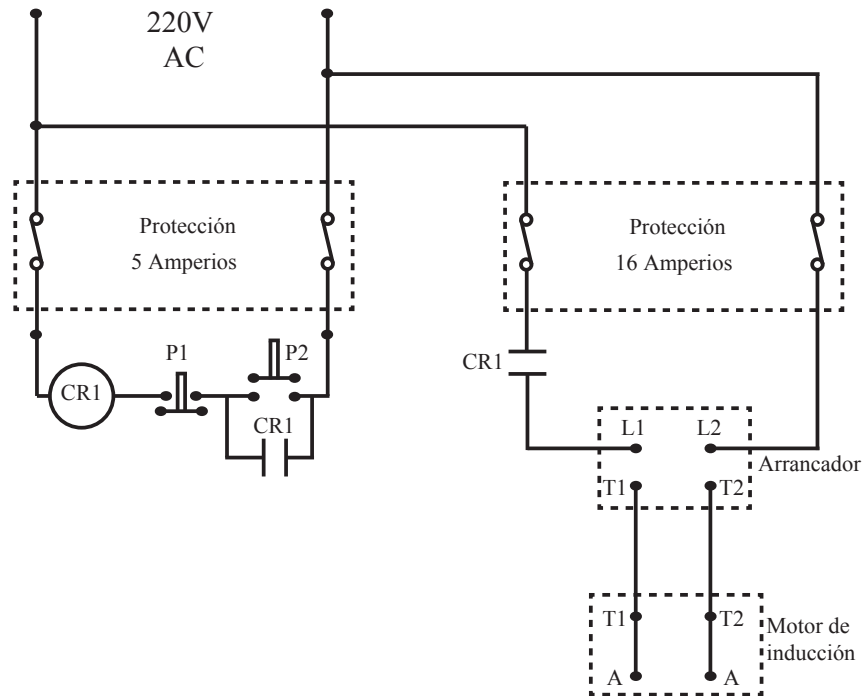

Figura 15: Conexión del motor de inducción con el circuito del relevador.
4. Abra la protección de 16 amperios y proceda a realizar el montaje del circuito de la figura 15.